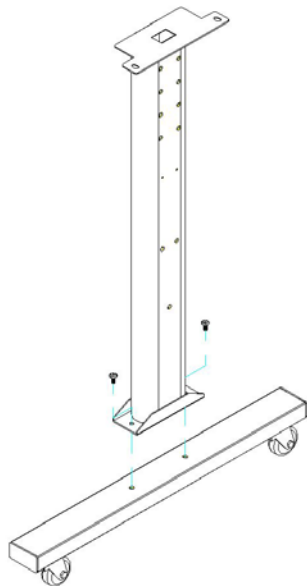

图 2-1
- 将底部支架和侧立支架用 2 颗螺丝固定成 T 型脚架。（图 2-1）。